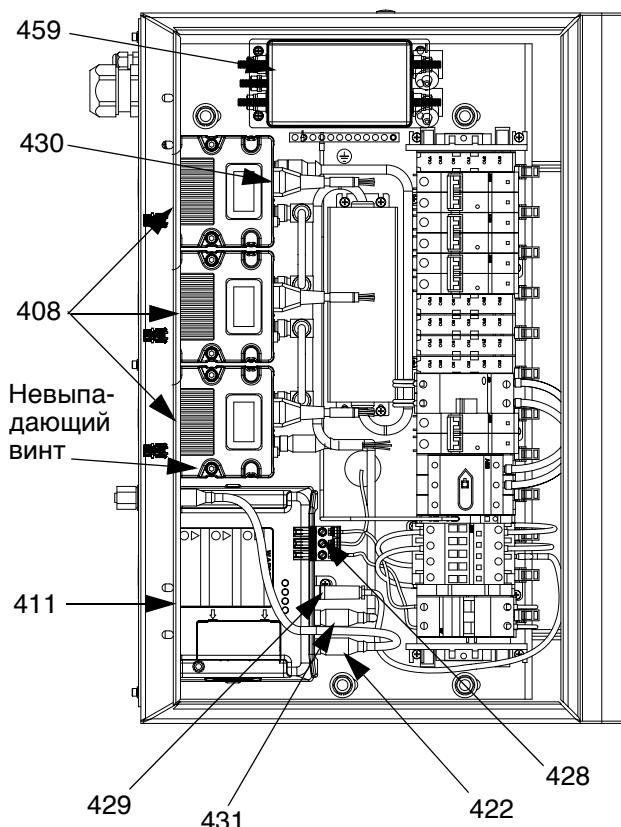
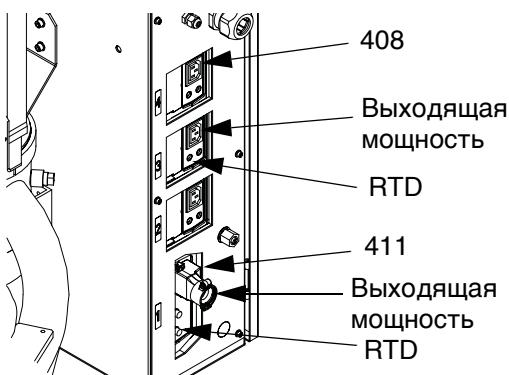

Рис. 48: вид изнутри электрического блока
Рис. 49: вид сзади электрического блока
- Откройте дверцу блока (402). Отсоедините от маломощного модуля TCM (408) такие кабели:
- силовой кабель входящей мощности (430)
- силовой кабель выходящей мощности (см. Рис. 49)
- Откройте дверцу блока (402). Отсоедините силовой кабель выходящей мощности и кабель RTD от высокомощного модуля TCM (411). См. Рис. 49.
- Снимите панель электрического блока (436). См. **Детали электрического блока**, страница 89.
- Отсоедините все четыре кабеля входящей мощности (422, 428, 429, 431) от высокомощного модуля TCM. См. Рис. 48.
- Выверните оба винта (415), крепящих кронштейны (412, 413) высокомощного модуля TCM к электрическому блоку. Удалите высокомощный модуль TCM. См. **Детали электрического блока**, страница 89.